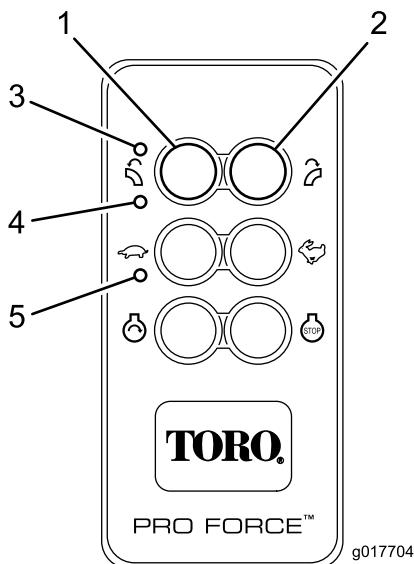

Figura 16
O comando à distância activa (liga) quando é pressionado qualquer botão. Os LEDS TX e RX a piscar indicam que o comando à distância está activo e a comunicar com a unidade base. Para conservar a energia da bateria, o comando à distância permanece activo durante cerca de três (3) segundos antes de automaticamente desligar excepto se existir actividade nos botões dentro desses três segundos. Quando a unidade atinge o tempo limite e desliga, toda a actividade dos LEDs do comando à distância pára (Figura 16). Pressionar qualquer botão vai reactivar o comando à distância.